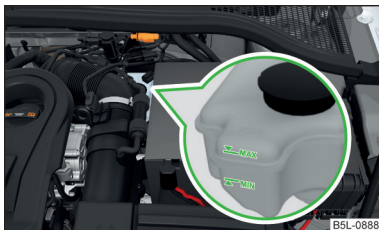

Fig. 163
Verificar el estado del líquido de frenos - el líquido de freno tiene que estar entre las marcas "MIN" y "MAX" » fig. 163.
- Sin embargo, si el nivel de líquido desciende de forma apreciable en poco tiempo, o lo hace por debajo de la marca de "MIN.", » fig. 163 puede ser a causa de una fuga en el sistema de frenos. 🚫 No continuar el viaje - ¡Existe peligro de accidentes! Recurra a la asistencia profesional de un taller especializado.